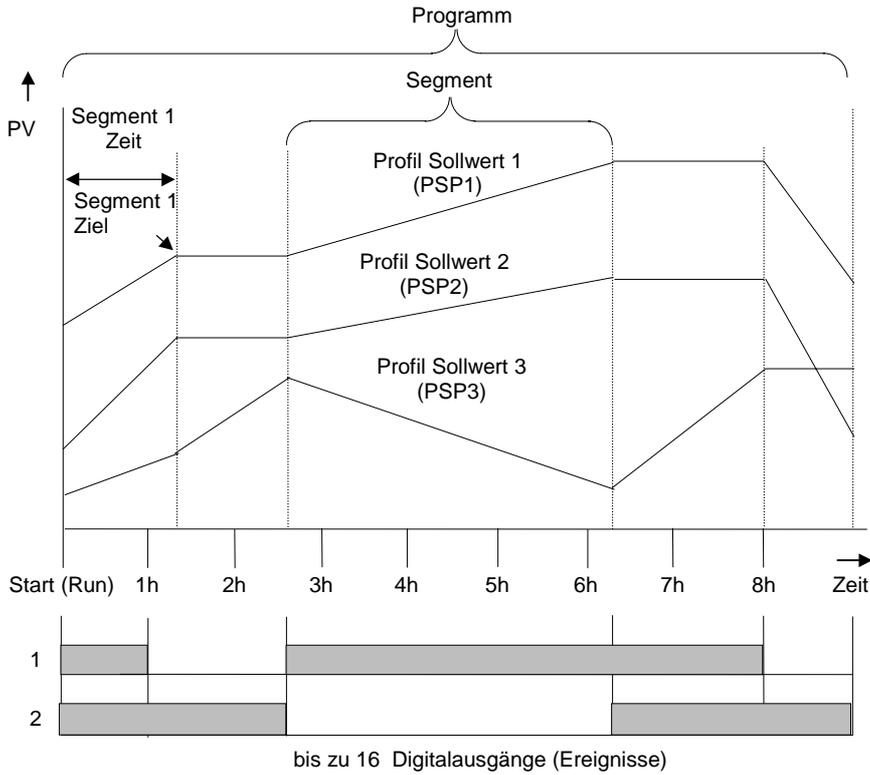

Abbildung 6-1: Sollwertprogramm
Bei einigen Anwendungen ist es nötig, daß ein Prozeßwert (PV) sich mit der Zeit ändert. Der 2604 bietet Ihnen die Möglichkeit, drei verschiedene Profile für ein Programm zu erstellen. Diese Profile können je nach Applikation die Temperatur, Druck, Feuchte usw. bestimmen. Im folgenden werden sie Sollwertprofile (PSP) genannt. In Abbildung 6-1 sehen Sie ein Programm mit drei Sollwertprofilen.